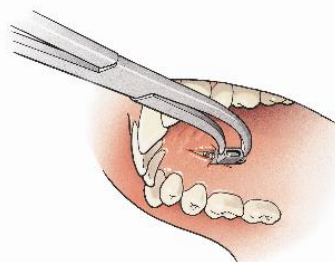
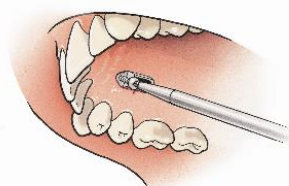

Fig. 3
Fig. 4
Insérer la première vis autoperceuse monocorticale de 7 mm et de 2,0 mm de diamètre (code commande: 70-707S), mais à moitié seulement, à l'aide de l'embout de tournevis pentagone interne (code commande: 99-909S) inséré dans le manche (code commande: 99-901A) (fig 4).
Placer les contre-plaques (code commande: 03-800A) en sous-périosté sur la surface osseuse (fig. 3 Il faut veiller à placer les plaques suffisamment haut, horizontalement et en face les unes des autres. Les contre-plaques sont marquées pour la gauche (L) et la droite (R). Fixer les plaques par des vis autoperceuses monocorticales de 7 mm et de 2,0 mm de diamètre (code commande: 70-707S) (fig. 4).